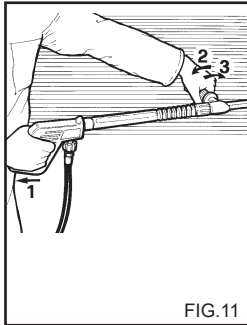
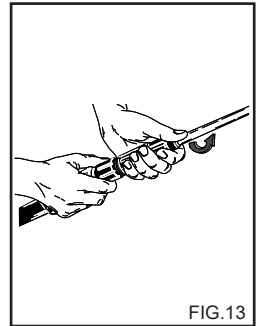

FIG.11
FIG.13
USO DELLA LANCIA DOPPIA (Fig. 11). (Accessorio Opzionale)
2) Togliere la prolunga dall' impugnatura ed inserire la lancia doppia o la lancia con testina regolabile (fig.13), azionare l' idropulitrice, attivare il comando di aspirazione del detergente presente sulla lancia (fig. 11, 12) e cospargere la superficie da lavare agendo dal basso verso l' alto. Lasciare reagire per alcuni minuti.